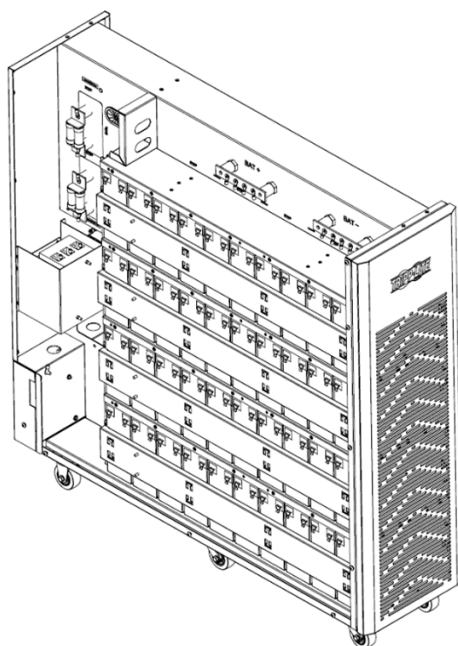

Figure 5-13A
16. Réinstaller les barres de support de droite et de gauche des batteries du groupe 4 (Figures 5-13A et 5-13B).